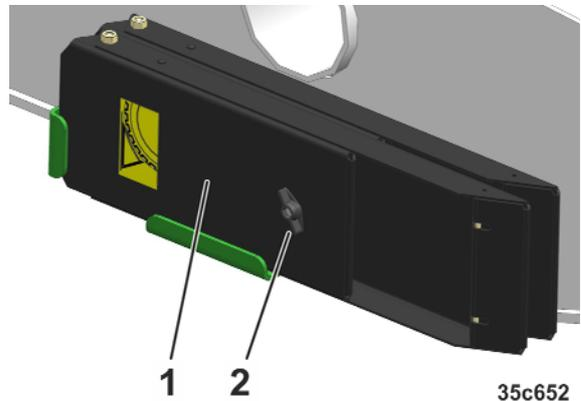

Рис. 120
18. Разместите противооткатные упоры (Рис. 120/1) в креплениях и зафиксируйте их барашковой гайкой (Рис. 120/2).